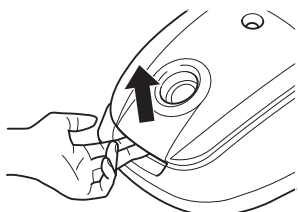

Abb. 17
1. Öffnen Sie den Staubraumdeckel, indem Sie ihn entriegeln und anschließend aufklappen (Abb. 17).